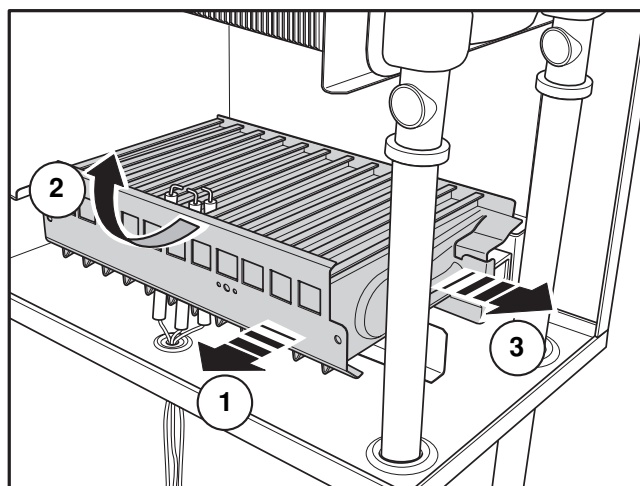

fig. 6
6) Spostare verso SX **1** sganciandolo dal collettore. Ruotarlo di 90° **2** e sfilarlo frontalmente **3** (fig.6).